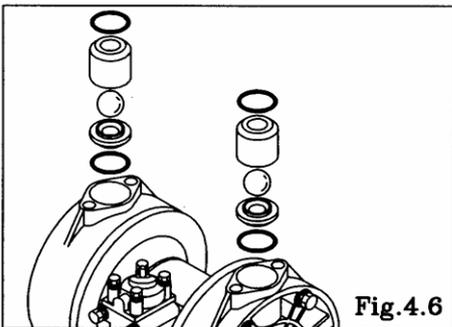

Fig.4.6
- Retire la junta tórica, la tapa de la válvula, la válvula esférica y el asiento de la válvula. [Fig. 4.6]